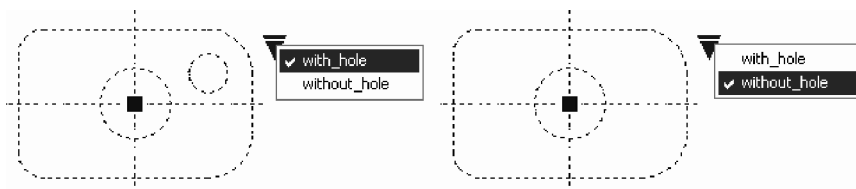

Fig. 6.104 Alegerea vizibilității componentelor blocului
11. Se selectează blocul. Apare simbolul specific acțiunii definite anterior – **Visibility**. Acționând cu mouse-ul asupra acestuia, este afișată lista cu cele două configurații definite. Se poate opta astfel pentru una dintre ele, în care cercul găurii laterale este vizibil sau nu – Fig. 6.104.